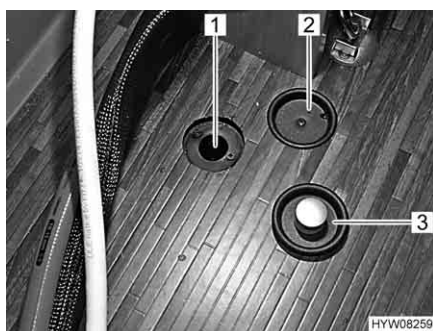

Fig. 38 Apertura di aerazione
- Chiudere l'apertura di aerazione della cassetta del gas (Fig. 38,1) con il coperchio fornito in dotazione (Fig. 38,3).
- Posizionare il blocco cucina con i piedi negli attacchi (Fig. 37,5 e Fig. 38,2) nel pavimento del veicolo. Prestare attenzione a non schiacciare o piegare i cavi.